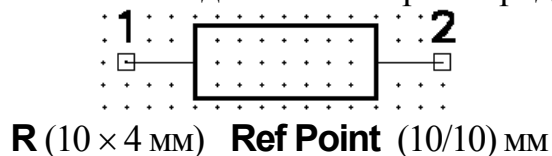
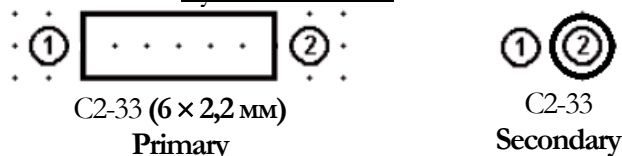

Рис. 27 (Сетка = 1,25 мм)
Рис. 28 (Сетка = 1 мм)
Один символ **R** (рис.27) размещается в корпусе C2-33 (рис.28) размером 6 x 2,2 мм.
2. Ввести имя 2-го варианта ПМ резистора (рис.28 справа), для чего после Pattern > Add Pattern Graphic установить поле Name = Secondary и нажать ADD и Close.